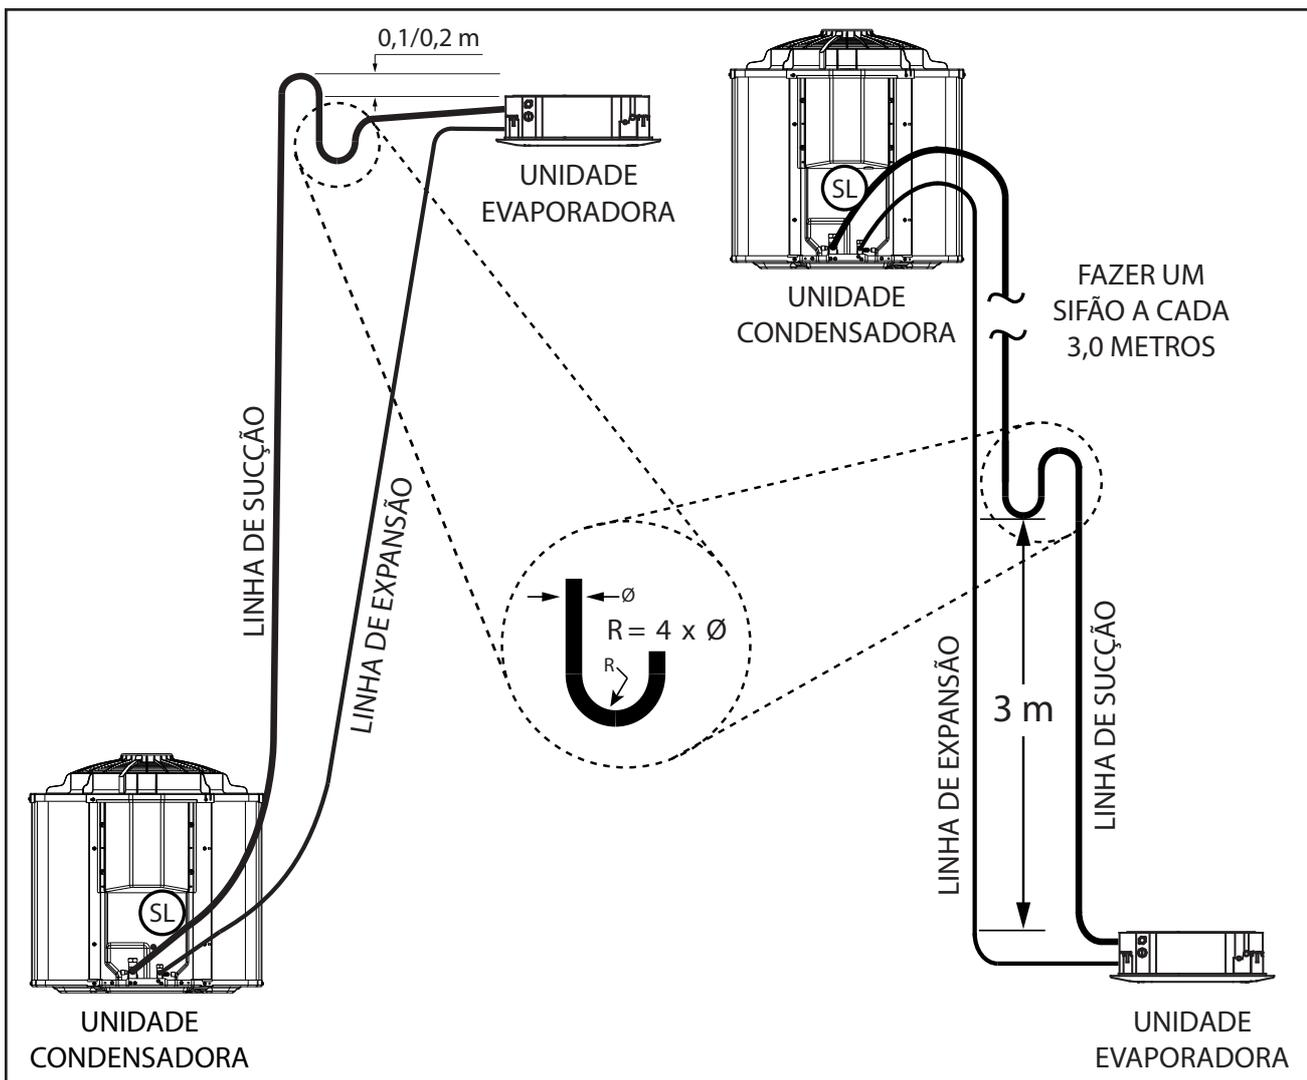

FIG. 45 - INSTALAÇÃO LINHAS DE INTERLIGAÇÃO
- 1º Elevar a linha de sucção acima da unidade evaporadora antes de ir para a unidade condensadora 0,2 metros, quando a evaporadora estiver acima ou no mesmo nível da condensadora. (Fig. 45)
- 2º Fazer sifões nas subidas da linha de sucção a cada 3,0 m, incluindo a base (saída da evaporadora). Caso o desnível seja menor que 3 m faça apenas na base. (Fig. 45)